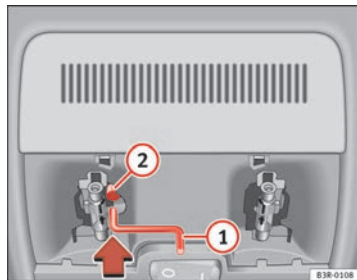

Fig. 84 Dettaglio del rivestimento del tetto: Manovella per l'azionamento di emergenza
- Inserire la manovella ① fino in fondo nel foro esagonale ② (⇒ fig. 84).